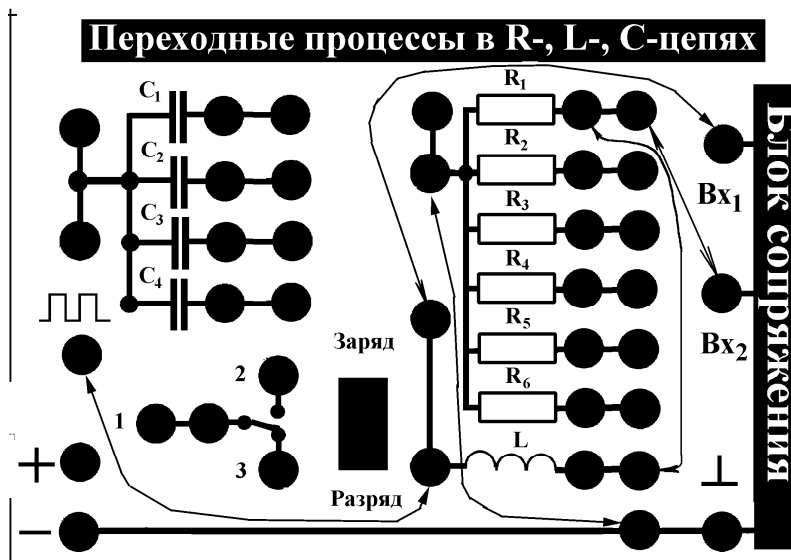

Рис.10. Соединение элементов учебной платы для выполнения упражнения 4.
1. Соберите электрическую схему в соответствии с рис. 10, при этом в эксперименте используются катушка индуктивности  $L$ , параметры которой неизвестны, и известное сопротивление  $R_1 = 120$  Ом. На вход  $Vx_1$  подается сигнал с генератора прямоугольных импульсов, а на вход  $Vx_2$  — с сопротивления  $R_1$ .